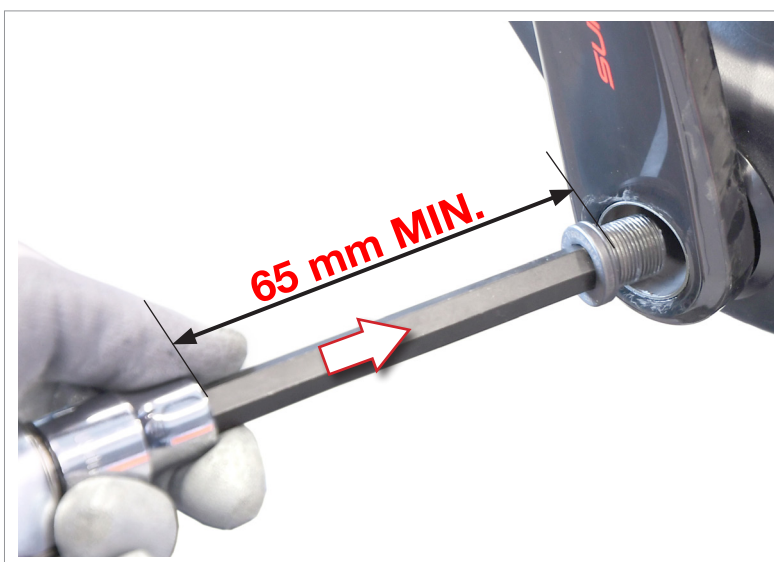

Abb.5
- Verwenden Sie das Campagnolo® Werkzeug UT-BB110 oder einen passenden Sechskanteinsatz mit 10 mm und einer Länge von mindestens 65 mm, setzen Sie die Befestigungsschraube (Abb. 5) in die Achshälfte der linken Tretkurbel ein, bis diese die Bohrung am inneren Ende der Achshälfte durchdringt und befestigen Sie das Gewinde der Achshälfte der rechten Tretkurbel.